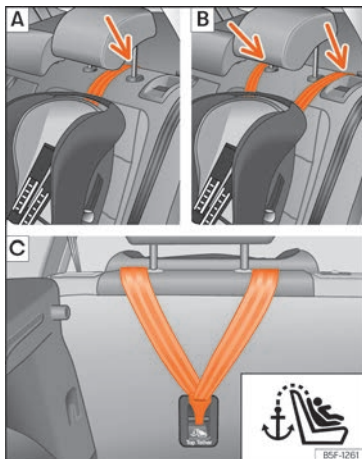
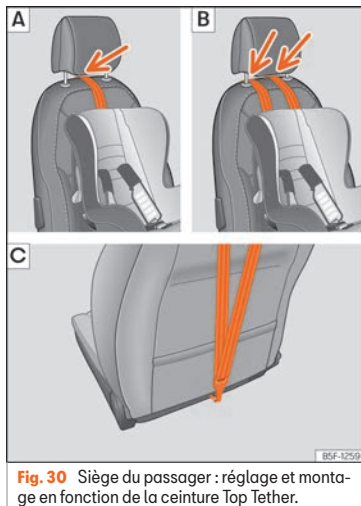

Fig. 29 Banquettes arrière : réglage et montage en fonction de la ceinture Top Tether.
Fig. 30 Siège du passager : réglage et montage en fonction de la ceinture Top Tether.
- Placez la courroie sous l'appuie-tête » » fig. 29 [A]/[B], » » fig. 30 [A]/[B] (en fonction des instructions du siège, relevez ou retirez l'appuie-tête si nécessaire).
- Faites glisser la sangle et fixez-la correctement à l'aide de l'ancrage derrière le dossier » » fig. 29 [C], » » fig. 30 [C].